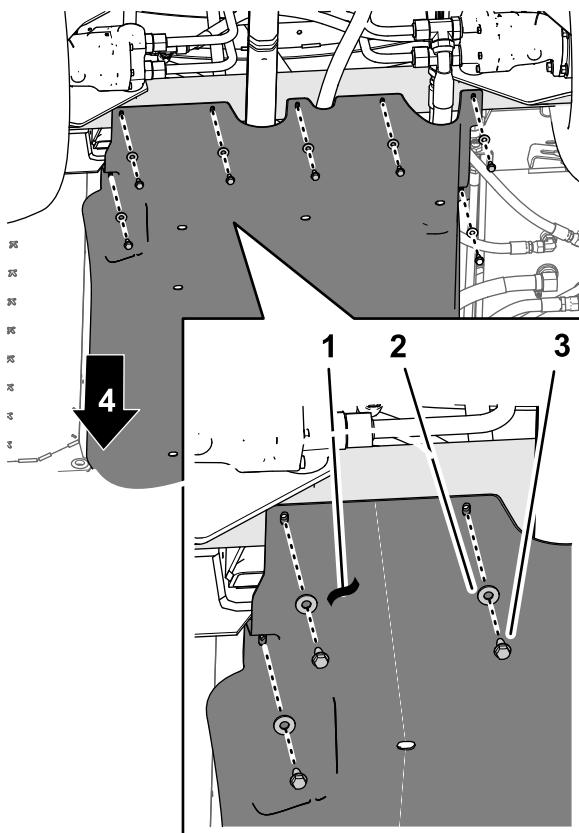

Figure 66
4. Alignez les trous dans la partie arrière du carénage de soubassement et les trous dans le châssis (Figure 66).
5. Figure 66 Fixez la partie arrière du carénage de soubassement au châssis à l'aide des fixations que vous avez retirées à l'opération 1 de: Dépose du carénage de soubassement \(page 4\), comme suit :